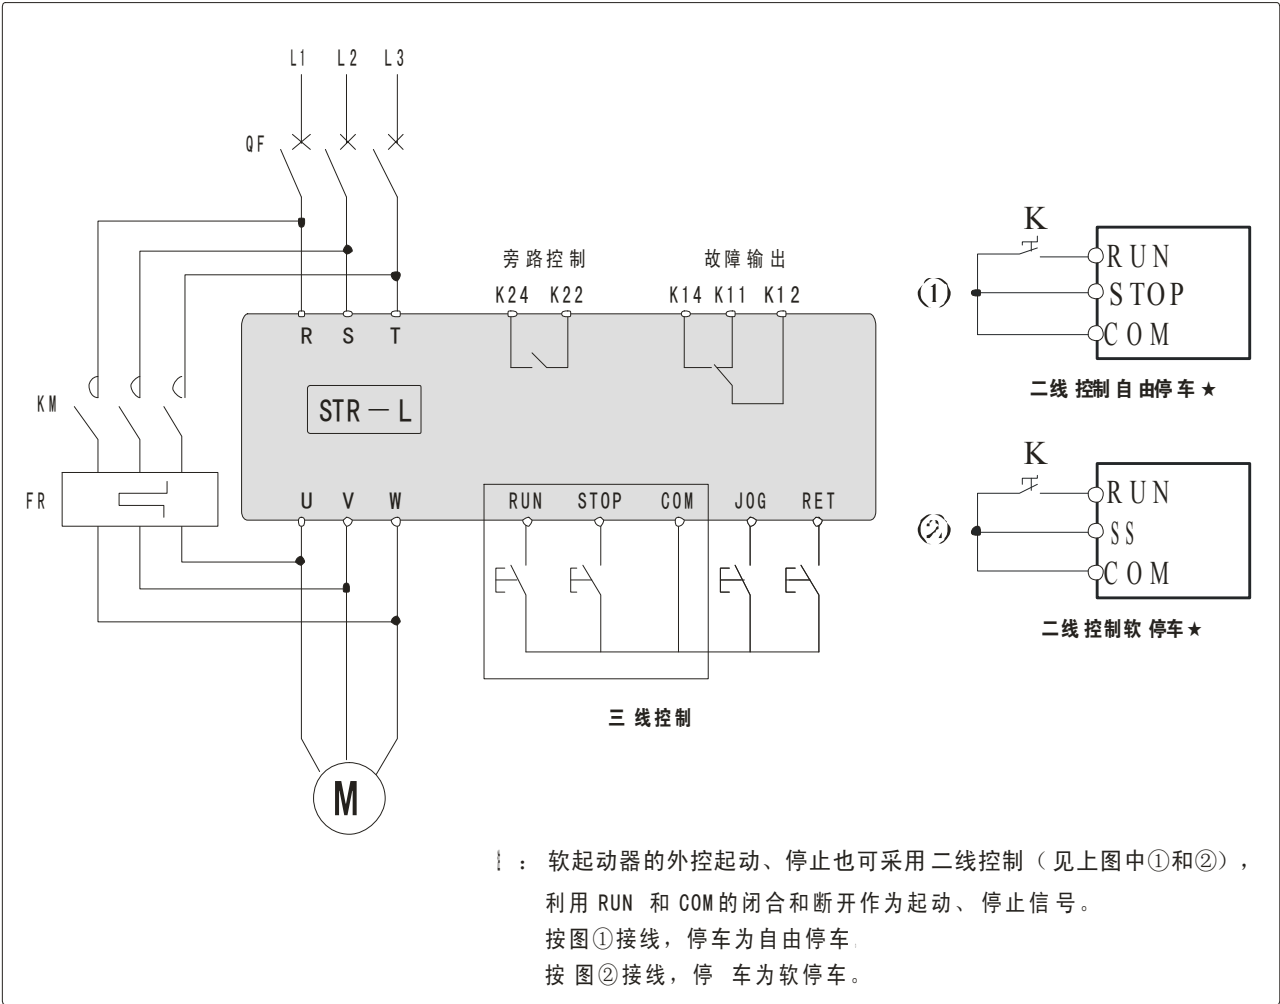

图 5-2
- STR 系列 L 型软起动器在起动完成后无在线运行功能，因此使用时必须配接旁路接触器 KM，详见图 5-2。
- STR 系列 L 型软起动器在起动完成并旁路接触器投入运行后，仅具备输入电压缺相保护功能，所以在使用时，电机侧必须加装热继电器 FR 或电机综合保护器来实现对电机的保护，详见图 5-2。
- L 型软起动器外部起动、停车控制有两种接线方式，即三线控制接线和两线控制接线，详见图 5-2。
③ 通过 SS 端子可实现软停车功能（详见图 5-2），软停车时间用户不可调整。
④ 表示外控有两种接线方式，详见基本接线图 5-2。
- ① 应根据负载的特性选择合适的起动模式。
- ② 为保证电机的软起动效果，斜坡初始电压不可设置过高，一般情况下设置为 25%~50%范围内。
- ③ 电压的百分比是指即时引入电网电压的百分比。
- ④ 电流的百分比是指“当前额定电流指示” C8888 项显示电流值对应的电流百分比。
- ⑤ 当起停控制方式被设置为 3（键盘和外控均有效），而外控连接为两线控制方式时（详见图 5-2），键盘起动（RUN 键）和停止（STOP 键）无效。